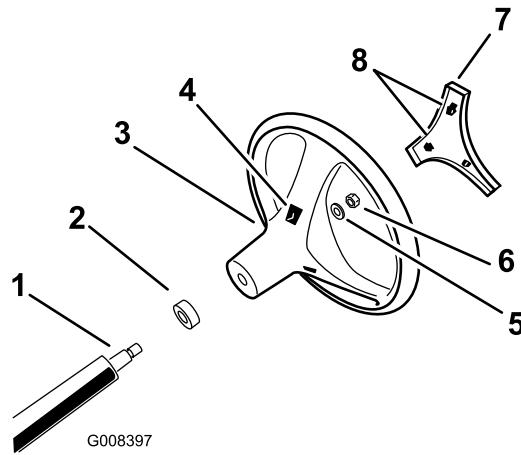

Figura 3
- Sujete el volante a la columna con la contratuerca y apriete la contratuerca a 24–29 N·m, según se muestra en Figura 3.
- Alinee las pestañas de la tapa las ranuras del volante y coloque la tapa a presión en el centro del volante (Figura 3).